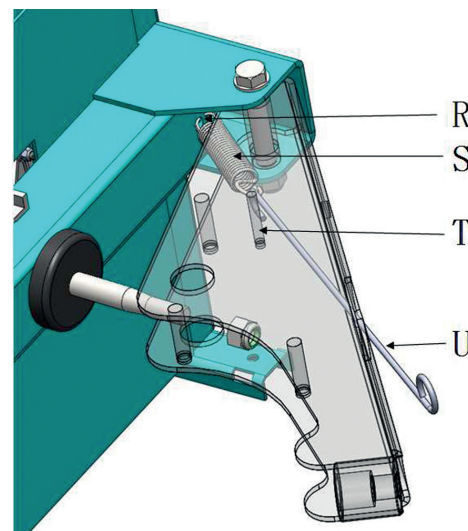

Bild 6b
- Schritt 2: Armfeder Installieren, wie in Bild 6b abgebildet, hängen Sie ein Ende der Feder S in das Loch R und das andere Ende in den Haken U ein. Ziehen Sie am Haken U und fixieren Sie die Feder S mit dem Federstecker T, dann hängen Sie den Federhaken U aus.